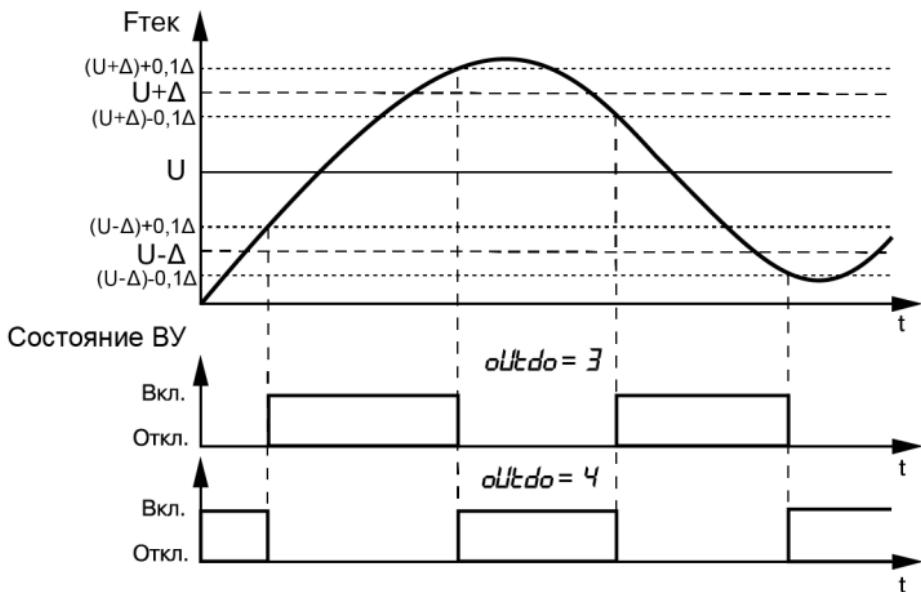

Рисунок 7.7 – Типы логики (П- и U-образная) при работе ВУ в качестве компаратора
1. При П- или У-образной логике для подавления дребезга при переключениях существует дополнительный гистерезис срабатывания 5 % от диапазона между границами ( $2\Delta$ ) (см. рисунок 7.7).